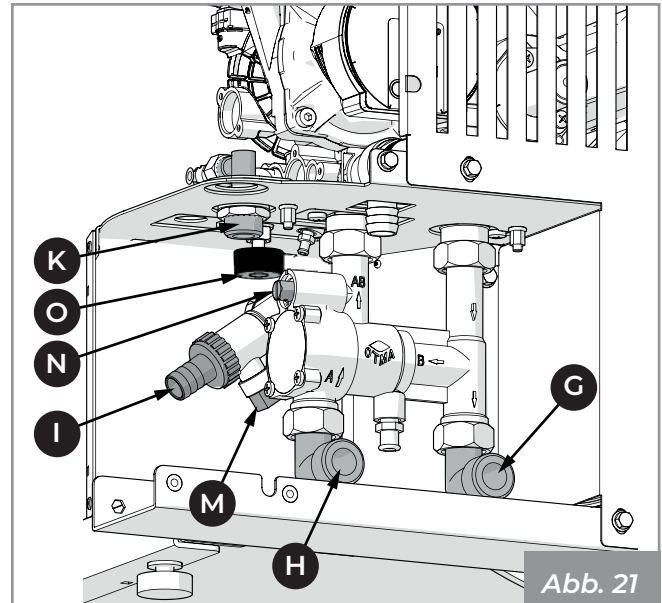

Abb. 21
6.4 Laden / Nachfüllen der Flüssigkeit der Kesselanlage (Abb. 21 ÷ Abb. 23)